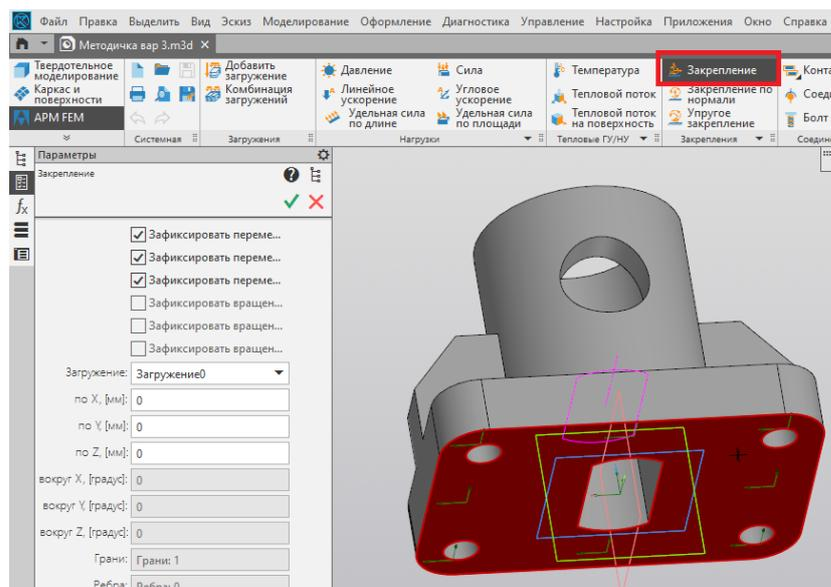

Рис. 166
3. При помощи команды «Закрепление» закрепляем нижнюю грань детали. Завершаем команду нажатием на зелёную галочку (рис. 166).